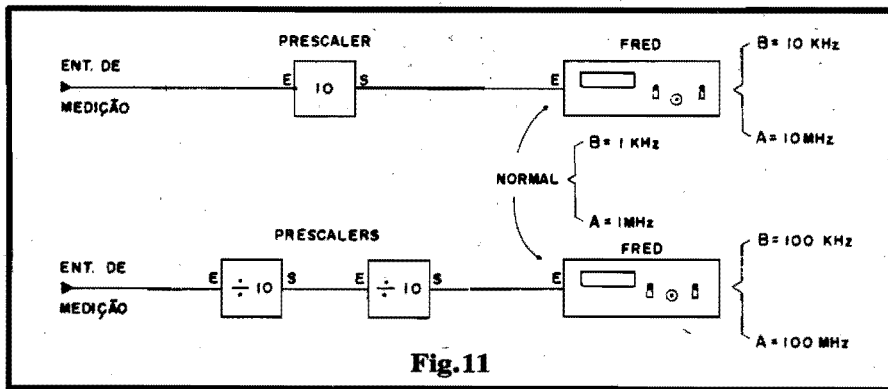

Fig.11
- FIG. 11 - AMPLIANDO AS FAIXAS (FUNDOS DE ESCALA) - DO FRED - As duas faixas de medição (Até 1 KHz e até 1 MHz) são práticas e muito utilizáveis, porém quem pretende lidar com modernos equipamentos de computação, ou mesmo com circuitos de RF que trabalhem originalmente em Ondas Curtas, na faixa comercial de FM ou nas Frequências de transmissão da TV comercial (VHF), precisará, no futuro, de maiores alcances... Isso pode ser obtido pela simples inserção de módulos chamados de **prescalers** à entrada do FRED... Normalmente, tais módulos (VOLTAREMOS AO ASSUNTO, em termos práticos, no futuro, aqui mesmo em APE...) aceitam bem Frequências relativamente elevadas, efetuando uma prévia **divisão por 10**, com o que os fundos de escala do Frequencímetro acoplado sofrem uma imediata **multiplicação por 10!** Assim, conforme vemos nos diagramas da figura, se um **prescaler** divisor por 10 for intercalado, as faixas do FRED se ampliarão respectivamente para 10 KHz e 10 MHz! Já se **dois prescalers** forem "enfileirados" à Entrada do FRED, suas duas faixas se ampliarão para os consideráveis valores de 100 KHz e 100 MHz! Muitas Lojas de Eletrônica, ou fornecedores de componentes mais especializados, têm à venda ou **prescalers** já prontos, ou os res-